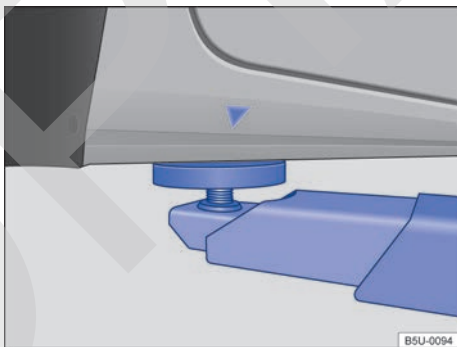
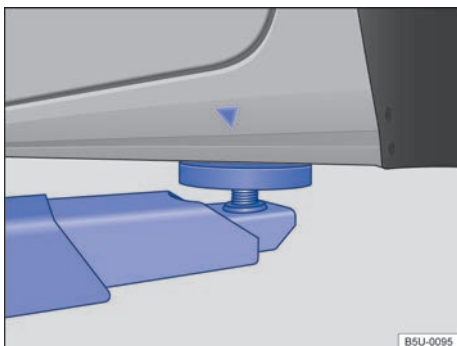

Fig. 122 Puntos de apoyo delanteros para la suspensión con plataforma elevadora o con gato.
Fig. 123 Puntos de apoyo traseros para la suspensión con plataforma elevadora o con gato. ▶
El vehículo debe ser suspendido solamente por los puntos indicados en las figuras → fig. 122 y → fig. 123. Si el vehículo no está suspendido por los puntos indicados, pueden ocurrir daños en el vehículo →  y lesiones graves → .
- Suspender el vehículo solamente por los puntos indicados en las figuras → fig. 122 y → fig. 123. Si el vehículo no es suspendido por los puntos indicados, puede caer de la plataforma elevadora cuando, por ejemplo, se desmonta el motor o la suspensión.